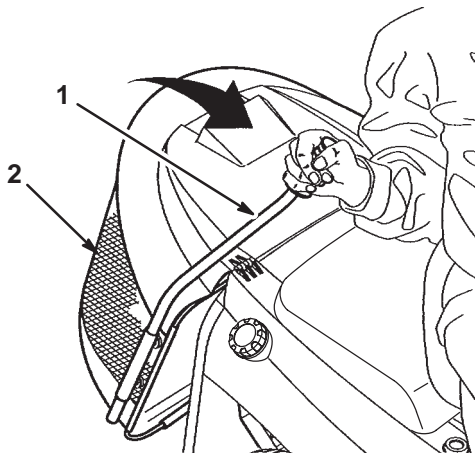

Figure 11
2. Tirez la tige du bac à herbe vers l'avant pour basculer le bac (Fig. 11).